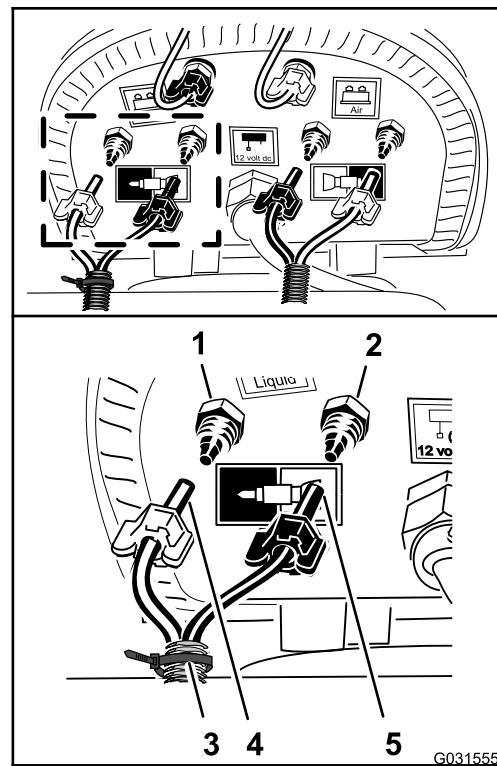

Рисунок 145
- Закрепите трубки при помощи кабельной стяжки, подготовленной при выполнении пункта 9 раздела Подготовка новых трубок в сборе для насадок пенного маркера \(страница 17\), надев синюю трубку правой секции опрыскивателя на обжимной фитинг водяного контура правой секции опрыскивателя (Рисунок 145).
- Наденьте зажимную гайку трубки на фитинг и затяните гайку от руки (Рисунок 145).
- Подсоедините прозрачную трубку правой секции опрыскивателя к обжимному штуцеру воздушного контура правой секции опрыскивателя (Рисунок 145).